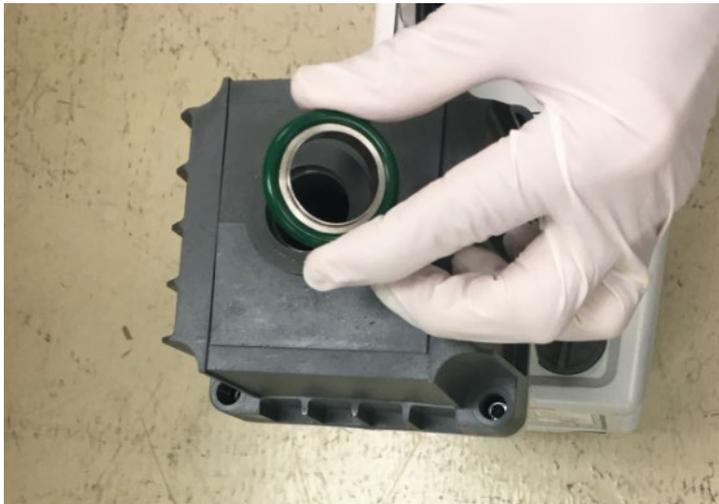

Figure 31 : installation du joint torique supérieur au filtre à brouillard d'huile
- 11) Ajoutez le joint torique supérieur au filtre à brouillard d'huile. Reportez-vous à la Figure 31.